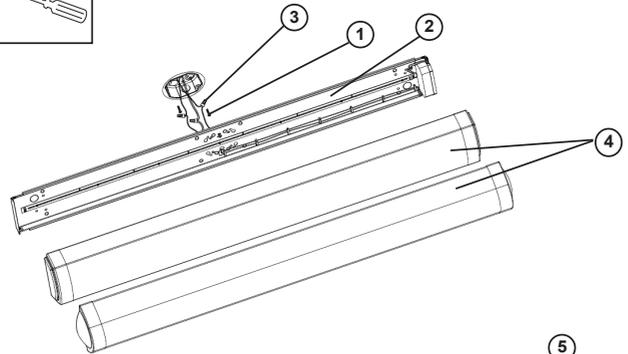

Figure 1
4. Tenir solidement le bloc boîtier (2) et connecter le fil vert de mise à la terre de l'appareil au fil de cuivre nu de mise à la terre de la boîte de jonction à l'aide d'un capuchon de connexion (3). (*Si le câblage d'alimentation ne comprend pas de fil de mise à la terre, consulter votre code d'électricité local et vérifier la méthode d'installation conforme*).
5. Utiliser les serre-fils pour connecter le fil noir de l'appareil au fil noir d'alimentation et le fil blanc (neutre) de l'appareil au fil blanc d'alimentation. Voir la figure 1.
4. **Hold the fixture Fixture Housing (2)** firmly and connect the green ground wire from the fixture to the bare copper ground wire from the junction box using a Wirenut (3). (*If house wiring does not include a ground wire, consult your local electrical code for approved grounding methods*).
5. **Use Wirenuts (3) to connect** the black fixture wire to the black power supply wire and the white (*neutral*) fixture wire to the white power supply wire. **See Fig 1.**
4. Sostenga el ensamblaje de la Carcasa del luminario (2) firmemente y conecte el alambre verde de conexión a tierra del luminario al alambre de cobre descubierto de conexión a tierra de la caja de ensambladura usando una Tuerca de Alambre (3). (*Si el alambrado de la casa no incluye un alambre de conexión a tierra, consulte su código eléctrico local para métodos aprobados de hacer tierra*).
5. Use Capuchones de Alambres (3) para conectar el alambre negro de la luminaria al alambre negro suplidor de electricidad y el alambre blanco (neutral) de la luminaria al alambre blanco suplidor de electricidad. Vea Fig. 1.